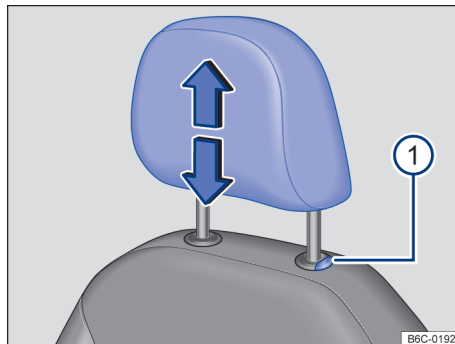

Fig. 67 Apoyacabezas delantero: desmontar.
- Retirar el apoyacabezas con el botón → fig. 67 ① presionado.
- Empujar hacia abajo totalmente el apoyacabezas con el botón → fig. 67 ① presionado.